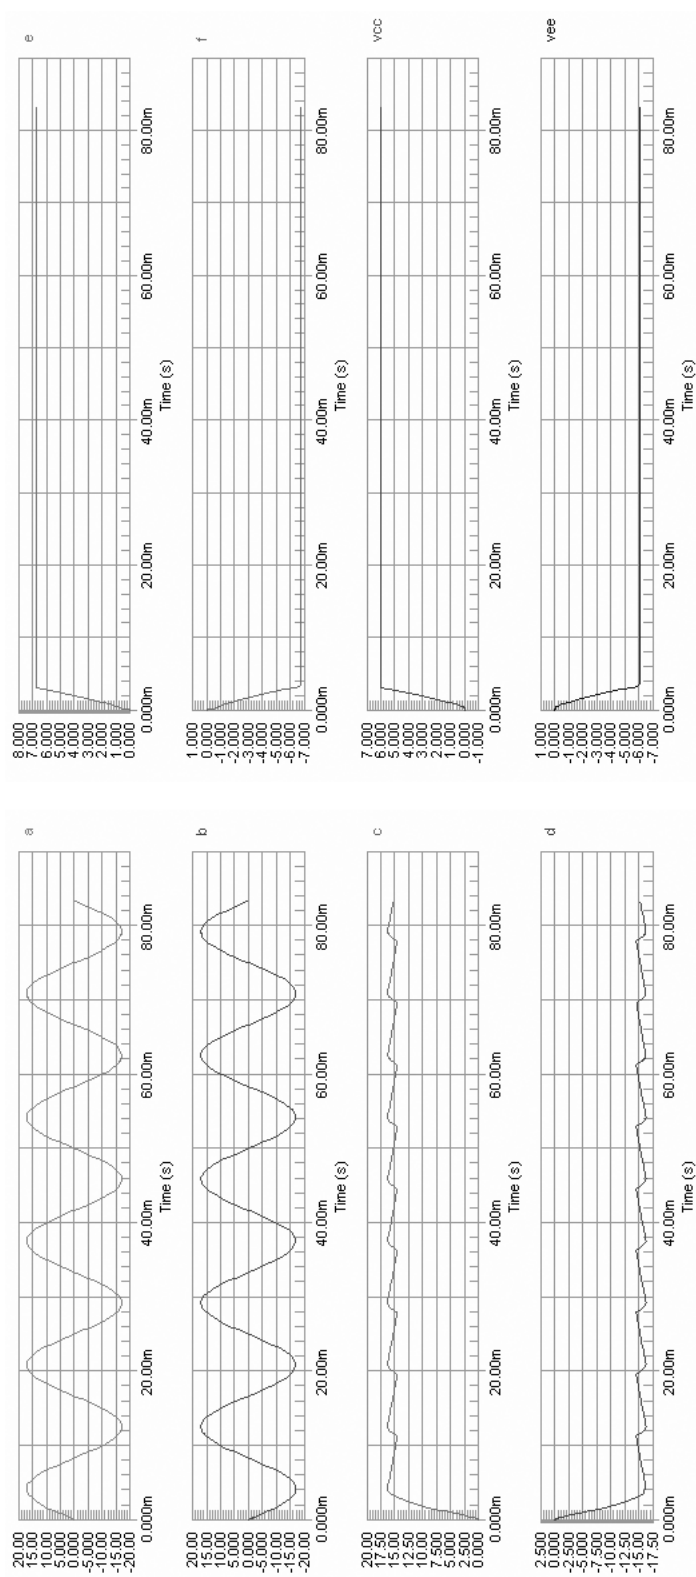

图 12-22 生成瞬态仿真分析波形
4) 单击  按钮，进行仿真，生成瞬态仿真分析波形，如图 12-22 所示。